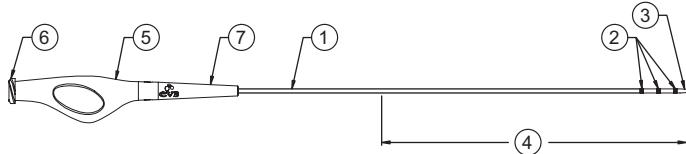

Figura 1. Cateter de suporte TrailBlazer
Como se mostra na Figura 1, a haste do cateter distal apresenta 3 marcadores radiopacos (2) que ajudam no posicionamento do cateter. A parte distal de 40 cm do cateter (4) possui um revestimento hidrofílico. O lúmen proximal (6) começa no interior do distribuidor (5), passa através da haste do cateter e termina na ponta distal. Este lúmen é utilizado para passar o cateter sobre um fio-guia. Os diâmetros máximos dos fios-guia compatíveis estão indicados nas especificações da Tabela 1. O tamanho e o comprimento do fio-guia do cateter estão assinalados no reductor de tensão (7).